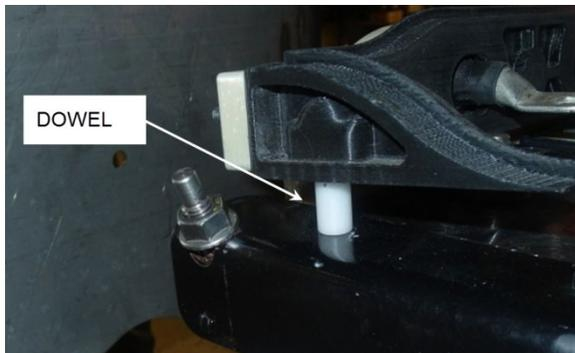

FIGURA 52: ESPIGA EN ÁNGULO
5. Alinee las espigas en los ángulos con los orificios en las guías del cable (FIGURA 52).